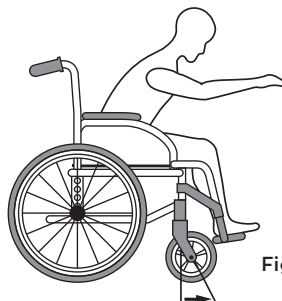

Fig 8
- Para alcanzar un objeto situado enfrente, debe inclinarse hacia delante por eso, debe utilizar las ruedas delanteras como apoyo manteniendo la estabilidad y el equilibrio. Una correcta alineación de las ruedas es esencial para su seguridad. (Fig. 8)